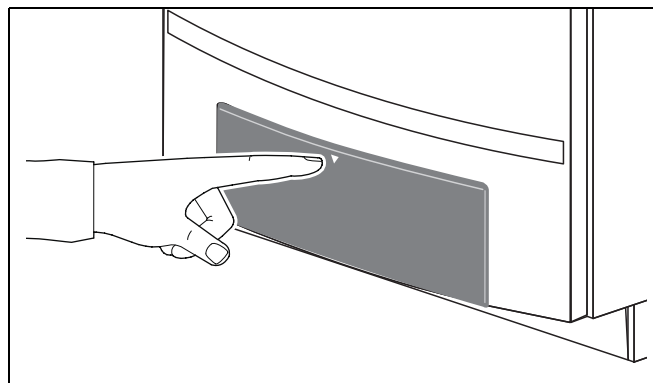
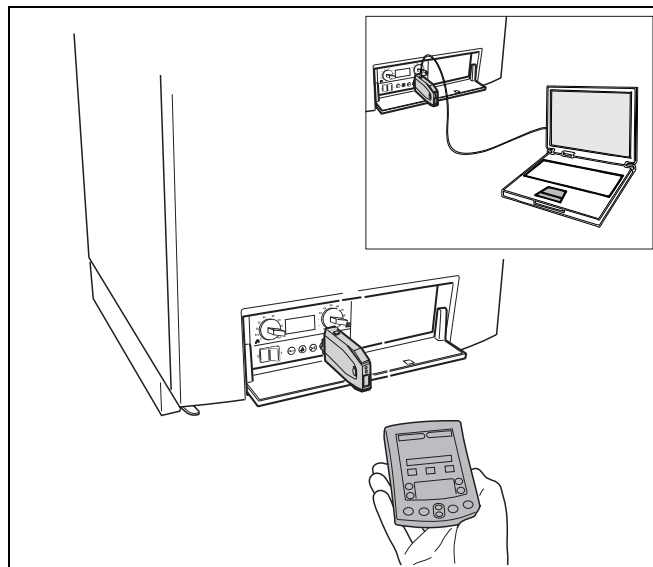
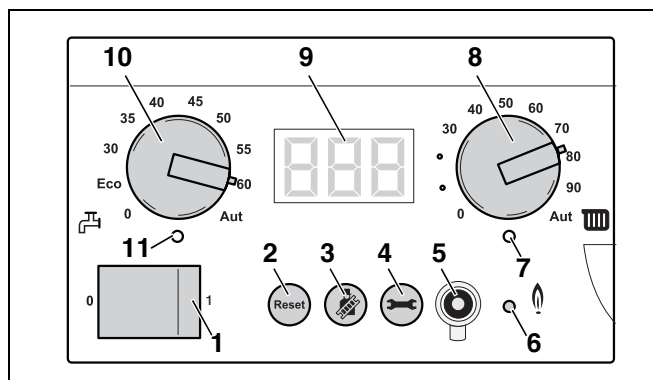

Рис. 53 Открытие панели управления
Рис. 56 Подключение сервисного инструмента к отопительному котлу
Рис. 57 Главный регулятор BC10
- Нажать и открыть панель управления (рис. 53).
Для более точного, быстрого и простого определения, анализа и устранения неисправностей можно подключить к отопительному котлу сервисный инструмент (Service Tool) (рис. 56) через сервисный соединитель (рис. 57, поз. 5).
- Открыть панель управления, нажав на нее, и снять крышку с сервисного гнезда на BC10 (см. рис. 53, стр. 44 и рис. 57, поз. 5).
Светодиод "Горелка" (вкл/выкл) (рис. 57, поз. 6) горит, если горелка отопительного котла находится в работе, и гаснет, если горелка выключена.
Светодиод "Запрос тепла" (рис. 57, поз. 7) горит, если регулятор отопления запрашивает тепло и не горит, если запроса тепла нет.
Ручкой управления "Максимальная температура котловой воды" (рис. 57, поз. 8) можно установить верхнюю предельную температуру котловой воды. Единица измерения °С.